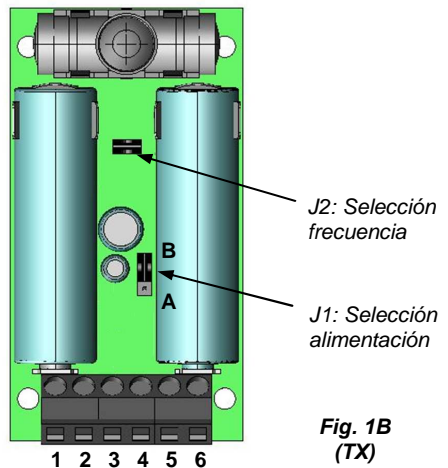

Fig. 1B
- Realice las conexiones tal como se describe en los párrafos anteriores y seleccione la alimentación del transmisor con el puente correspondiente (J1, Fig. 1B).
- Conecte a la correspondiente caja de bornes (bornes 3 y 4, Fig. 1B) el contacto del borde o del dispositivo externo de seguridad del transmisor. **Si no se utiliza esta opción, puentee los bornes 3 y 4.**
- Conecte a la correspondiente caja de bornes (bornes 5 y 6, Fig. 1B) el contacto del borde resistivo 8K2 externo del transmisor. **Si no se utiliza esta opción, deje la resistencia suministrada conectada entre los bornes 5 y 6.**